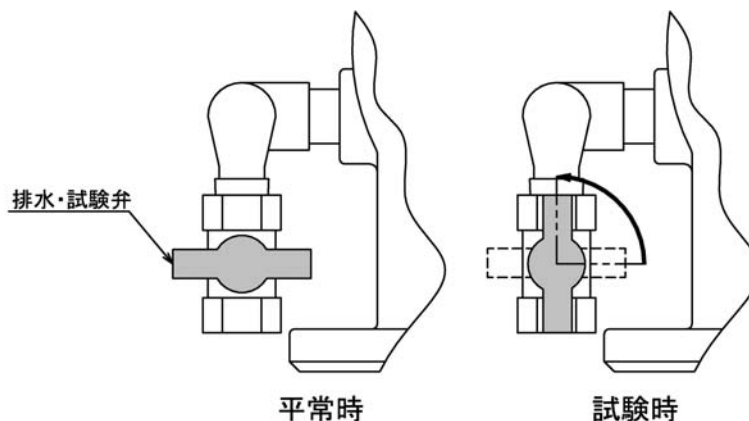

図14. 排水・試験弁
この弁の操作方法は、13ページの図14を参照してください。
- ① 平常時は、全閉状態にしてください。
- ② アラームバルブのテストを行う場合には、下図14のように90° 左回転させ、排水・試験弁を全開状態にしてください。